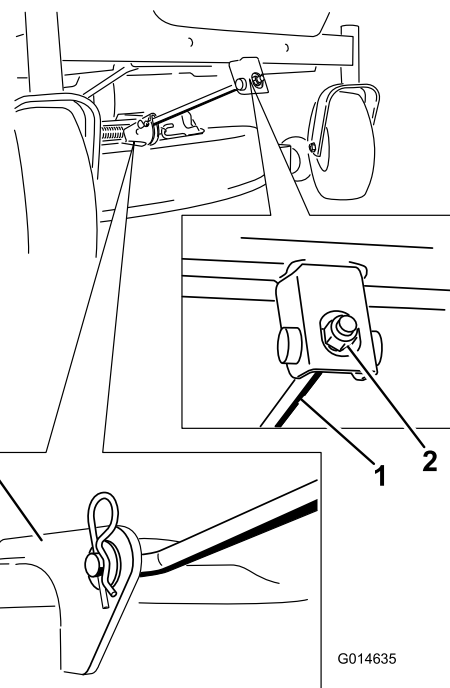

Figure 52
- Retirez la goupille fendue de la tige de support avant et déposez la tige du support de tablier (Figure 52). Abaissez doucement l'avant du tablier de coupe au sol.
6. Fixez la tige de support avant au tablier de coupe à l'aide de l'axe de chape et de la goupille fendue (Figure 52).